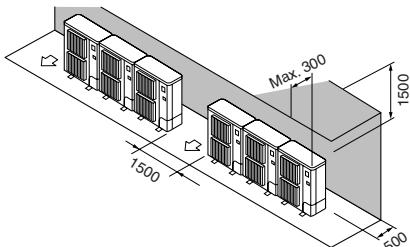

Fig. 2-9
- ② Enbart hinder på baksidan och ovansidan (Fig. 2-9)